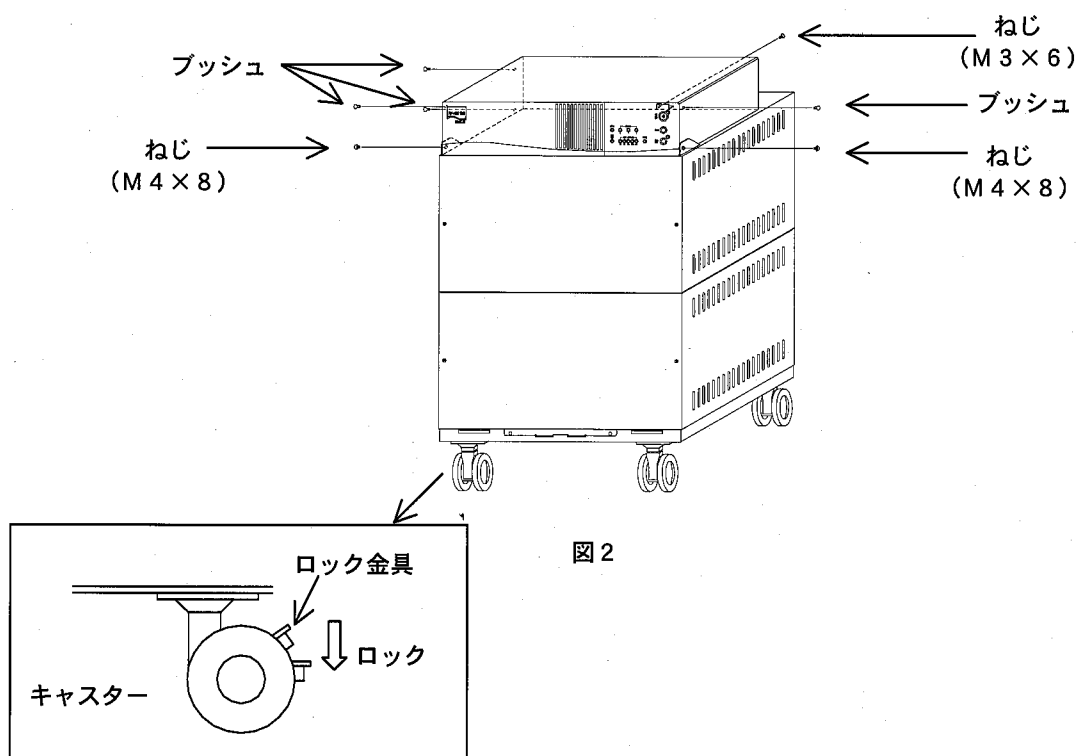

図2
- ② 添付品のM3×6とM4×8のねじを取り出し、図2のようにUPS本体とバッテリーボックスを固定させます（ねじ留め3ヵ所）。UPS本体の使用しない穴にはブッシュをはめてください。ねじの締め忘れがないか確認してください。据え付け場所が決まりましたら、キャスター部のロック金具（4ヵ所）で車輪をロックし、固定してください。